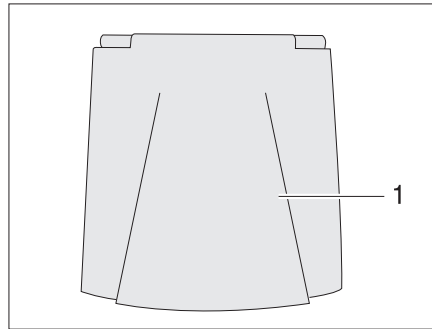

Fig. 37 Trampilla exterior conexión de 230 V
- Abrir:* ■ Girar la trampilla exterior (Fig. 37,1) hacia arriba.
- Cerrar:* ■ Girar hacia abajo la trampilla exterior (Fig. 37,1) y cerrarla presionándola.